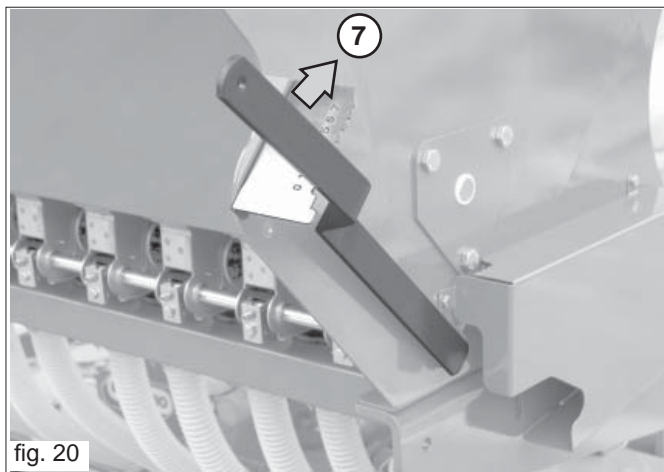

fig. 20
- Bei größeren Mengen wird empfohlen, die Kurbel am Antriebe zu verwenden, um die Rührwellenachse zu drehen und um somit die abgegebene Menge zu kontrollieren. Bei kleineren abzulasenden Mengen ist der Dosiererhebel über die Position 7 hinaus zu verschieben (Abb. 20).